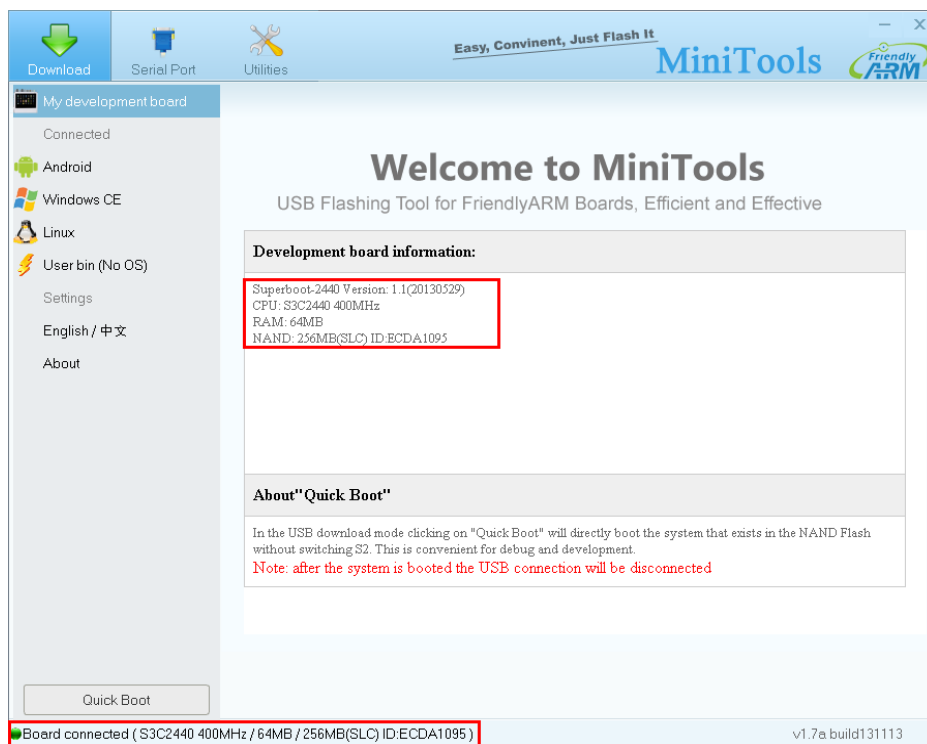

图 8 连接显示界面
② 在PC机上安装MiniTools软件，运行MiniTools，软件的左下角提示已连接，界面中显示网关控制器的硬件信息，如图8所示。